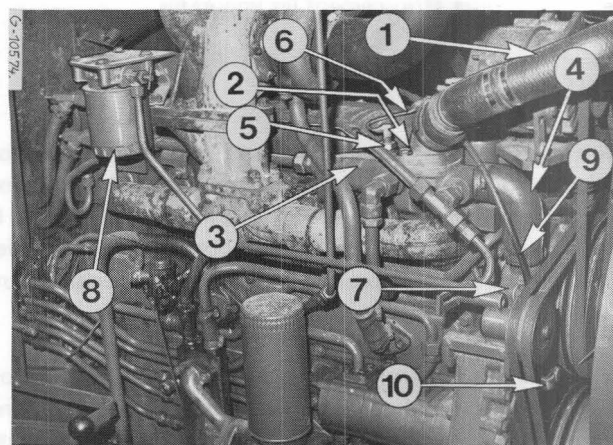

Figure 76
La sonde de température (5, Fig. 76) transmet la température du liquide de refroidissement au thermomètre placé dans l'indicateur combiné. En cas de défaut de lecture à l'instrument, vérifiez en premier lieu le branchement des fils (3) et leur bon isolement. Remplacez la sonde de température si elle est défectueuse.